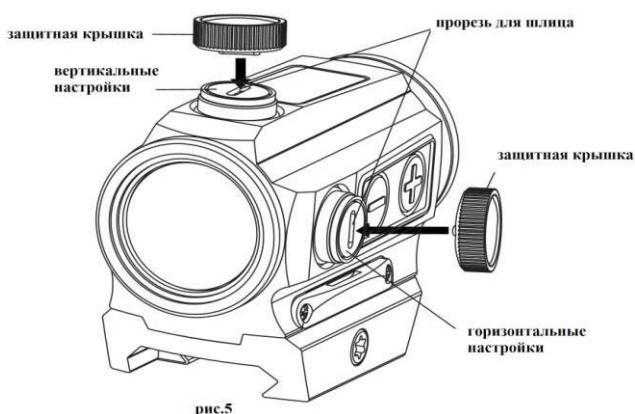

рис.5
1. Сверху прицела находится барабан вертикальных поправок, справа – барабан горизонтальных поправок (см. Рис.5). На фабрике прицельная марка устанавливается в среднее положение.
2. Для ввода поправок можно воспользоваться встроенной в защитную крышку отверткой (см. Рис.5). Обратите внимание на надпись внутри крышки.